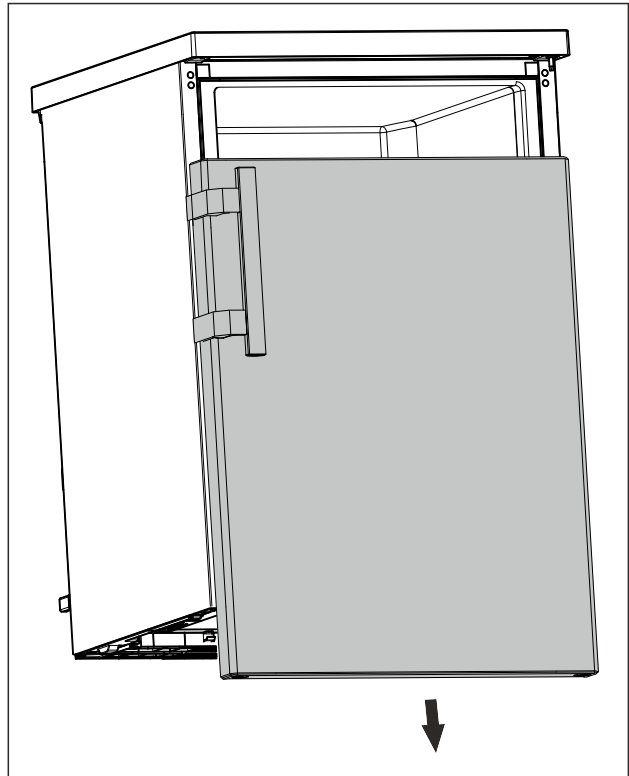

Fig. 17
- Ta av dörr neråt. (se Fig. 17)